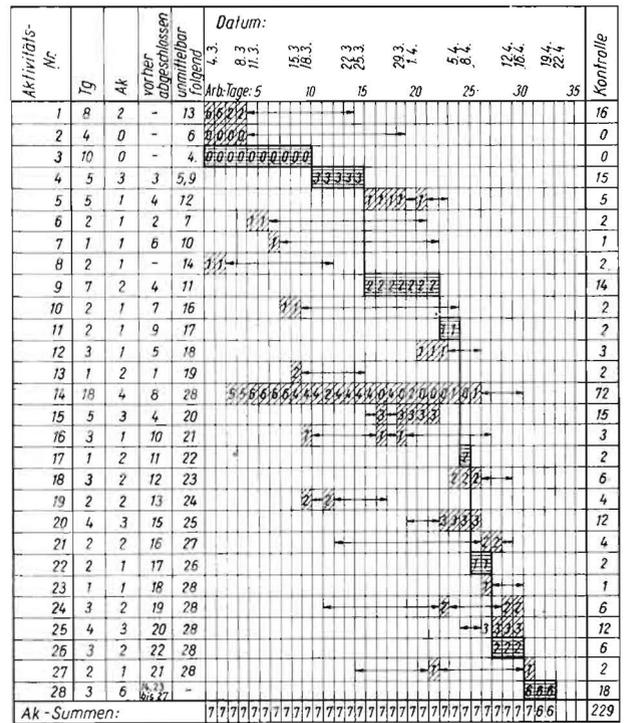

Bild 5. Korrigierter Zeitablauf- und Arbeitskräfteeinsatzplan, so daß sich gleiche Anzahlen von Ak je Tag ergeben
Dieser tägliche Einsatz wurde mit dem berechtigten Zeitablauf- und Ak-Einsatzplan (Bild 5) angestrebt.
Bild 5 ergibt bis auf die Arbeitstage 32 und 33 mit nur 6 Ak durchweg den täglichen Einsatz von 7 Ak.
- Zeichnen Sie nach dem Zwischenetz (Bild 2) einen Zeitablaufplan und versuchen Sie dann, entsprechend der veränderten Ak-Aufteilung für die Komplexaktivität 14 in Bild 5, ein neues Zwischenetz und den dazugehörigen Zeitablaufplan zu zeichnen! Beachten Sie dabei die in Tafel 2 ausgewiesenen Abhängigkeiten!